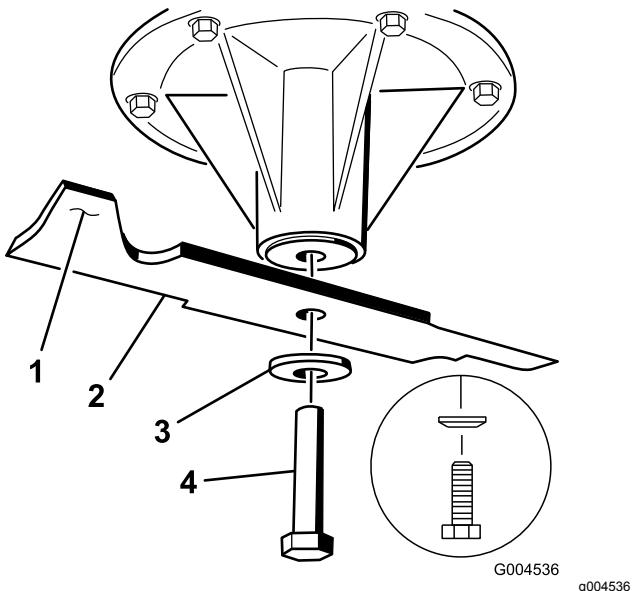

Figura 115
2. Retire del eje el perno de las cuchillas izquierda y central, la arandela curva y la cuchilla (Figura 115).
3. Retire del eje el perno de la cuchilla derecha (perno con rosca a izquierdas), la arandela curva y la cuchilla (Figura 115).
1. Instale las cuchillas izquierda y central, las arandelas curvas y los pernos de las cuchillas en los ejes (Figura 115 y Figura 116).
Nota: Instale la arandela curva con el cono hacia la cabeza del perno (Figura 115).
2. Instale la cuchilla derecha, la arandela curva y el perno de la cuchilla (perno con rosca a izquierdas) en el eje (Figura 115 y Figura 116).